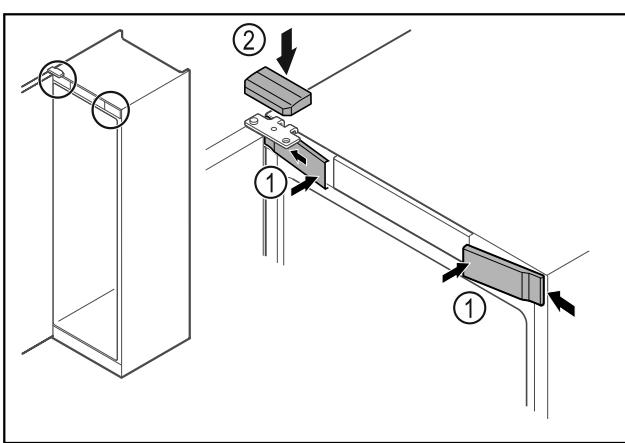

Fig. 27
► Įkabinkite priekines dengiamąsias plokštėles Fig. 27 (1) šone ir užfiksukite.
► Užfiksukite viršutinę dengiamąją plokštę Fig. 27 (2) iš viršaus.